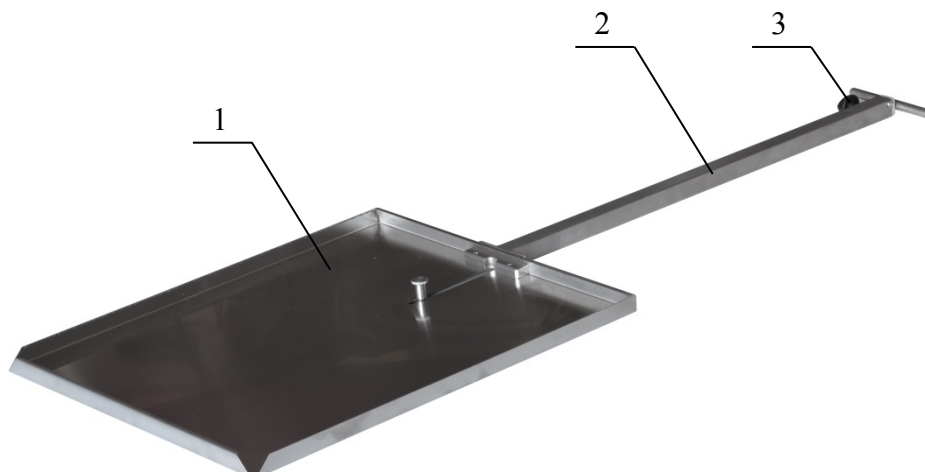

Рисунок 6. Держатель рентгеновской кассеты.
6. Держатель рентгеновской кассеты (Рисунок 6). Металлическая лопатка с фиксатором и длинной складной ручкой для введения (установки) R-кассеты под рентгенопрозрачной столешницей стола в продольном направлении.